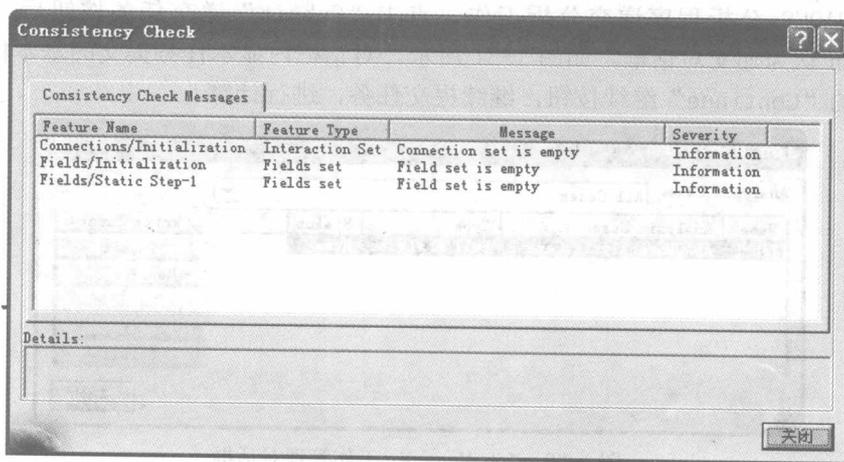

图 1-27 Consistency Check 一致性检查对话框
(10) 模型检查。点击的 ABAQUS Consistency Checker 模型一致性检查图标 ，出现 Consistency Check 一致性检查对话框，如图 1-27 所示。对话框内显示的信息说明，模型没有错误。点击对话框内的“确定”按钮，完成模型一致性检查，并关闭该对话框。